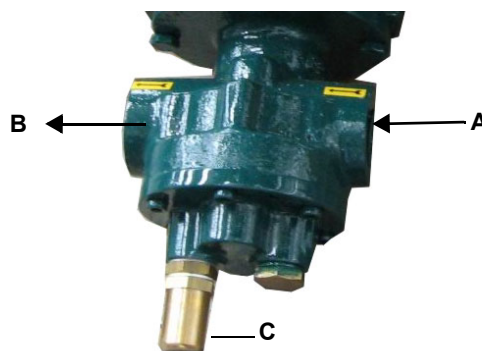

Fig. 5 - Cucchi
- Caldaie ad inversione di fiamma: in questo caso il boccaglio dovrà penetrare in camera di combustione per **Dm** 50 ÷ 100 mm, rispetto alla piastra del fascio tubiero. (Fig. 5)